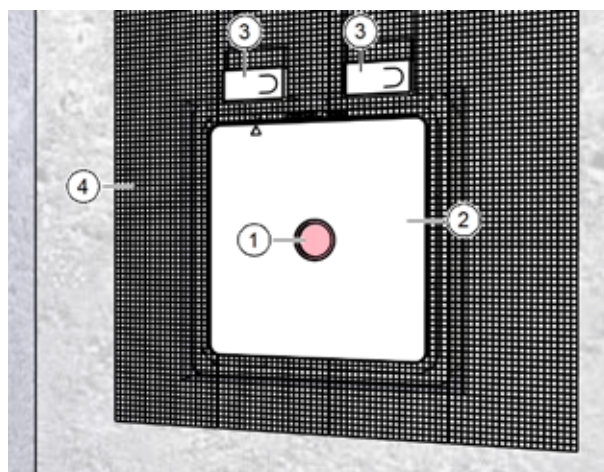

Fig. 21: Intonacatura della cassetta a muro nell'area interna
- ▶ Accertarsi che il coperchio di segnalazione (pos. 1 nella Fig. 21) sia posizionato nel coperchio di protezione dall'intonaco (pos. 2 nella Fig. 21).
- ▶ Accertarsi che i coperchi di protezione dall'intonaco (pos. 3 nella Fig. 21) siano posizionati nelle curve 90°.
- ▶ Applicare la rete porta intonaco M-WRG-PG (pos. 4 nella Fig. 21) alla cassetta a muro e alla parete massiccia.